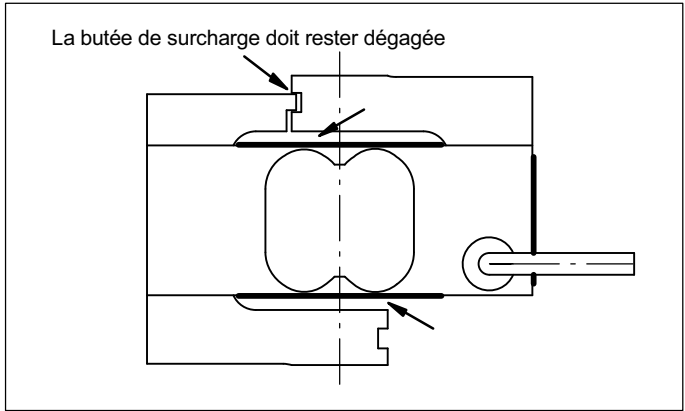

Fig. 5.1 Éviter les dépôts aux endroits signalés
*Des erreurs de mesure peuvent se produire lorsque de la poussière ou des saletés se déposent dans les pesons. Les zones concernées sont repérées par des flèches sur la Fig. 5.1.*